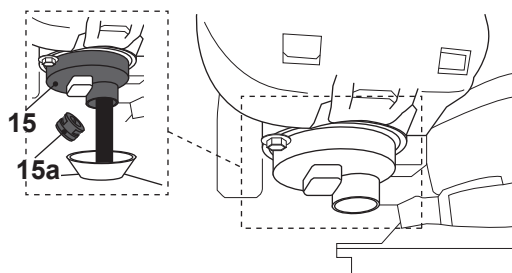

Fig. 34
3. Desaparafuse o parafuso de drenagem de combustível (15a) com uma chave sextavada adequada e deixe que o combustível corra para o recipiente (fig. 34).